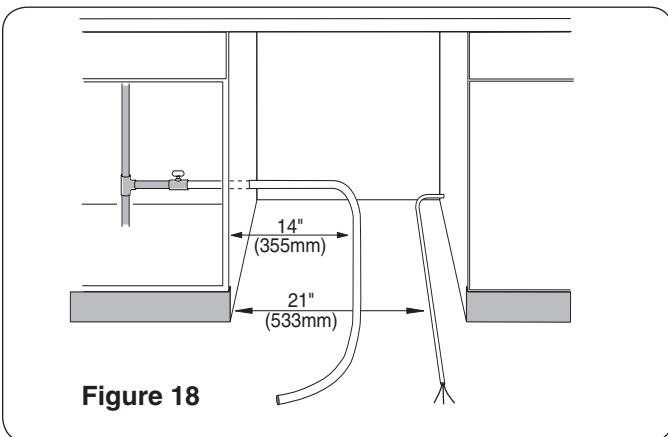

Figure 18
- 1 Placer et positionner les canalisations en eau chaude et électrique comme à la figure 18 pour qu'elles s'alignent avec les rainures sous la base du lave-vaisselle.